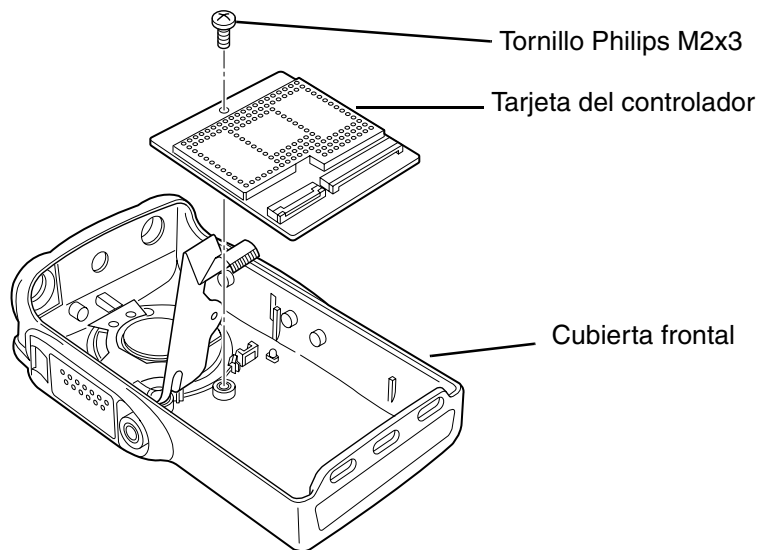

Figura 3-7 Retiro de la tarjeta del controlador de la cubierta frontal
- Inserte un destornillador de punta plana entre la tarjeta del controlador y la cubierta frontal. Hale el destornillador hacia arriba para separar la tarjeta del controlador de la cubierta frontal (consulte la Figura 3-7).